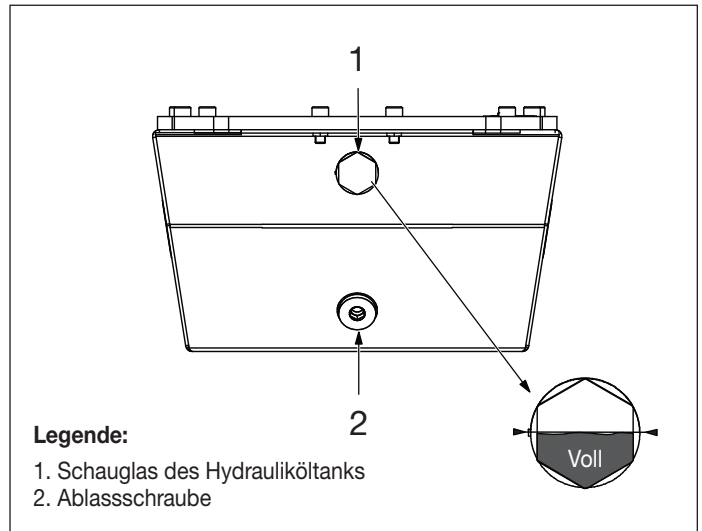

Abbildung 10: Hydrauliköltank
5. Mithilfe des Schauglases des Hydrauliktanks visuell Ölstand kontrollieren. Der Tank ist voll, wenn der Ölstand etwa auf halbem Weg zwischen der Ober- und Unterkante des Schauglases liegt. Siehe Abbildung 10.
Wechseln Sie das Öl gemäß den folgenden Schritten. Siehe Abbildung 10.
5. Stellen Sie eine geeignete Wanne oder einen geeigneten Behälter mit entsprechendem Fassungsvermögen unter die Ablassschraube des Hydrauliköltanks. Siehe Abbildung 10.